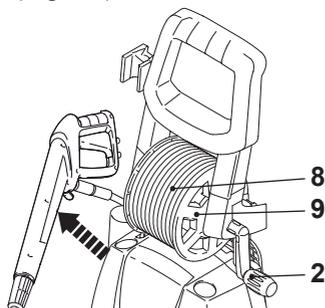

Fig. 21
- > Tirez sur le tuyau pour le dérouler de l'enrouleur (9) (Fig. 21).